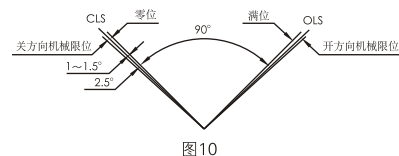

图10
- 2、参照《电动阀门的整机调试》要求对电动执行机构的零位（4mA位置、对应阀门全关位）、电气限位（关限位CLS、开限位OLS）、机械限位进行正确调试，并符合图10的要求。